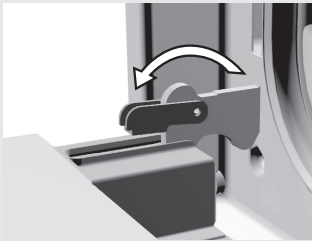

Abb. 1
- Heben Sie die Träger auf der linken und rechten Seite der Backofentür leicht an (Markierung 1 auf dem Träger) und ziehen Sie sie dann von der Glasscheibe weg (Markierung 2 auf dem Träger) (Abb. 1).
- Öffnen Sie die Backofentür und drehen Sie die Aushängesperre bis zum Anschlag zurück – das gilt für das klassische Schließsystem (Abb. 1).